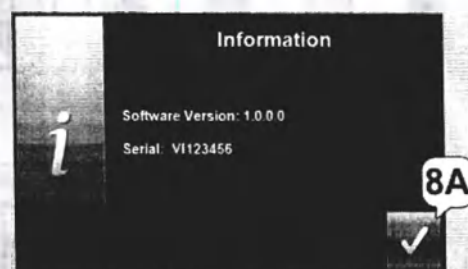

Рис. 5-11: Экран дополнительной информации
7. Кнопка дополнительной информации: позволяет ознакомиться с информацией о системе программного и аппаратного обеспечения. Эти данные (а также серийный номер аппарата) появятся на экране в новом окне (см. рис. 5-11).